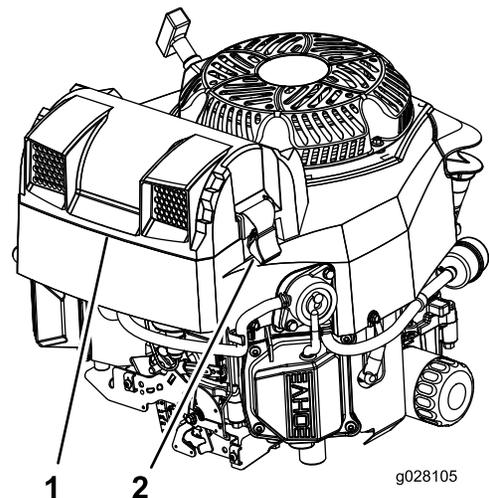

Figure 52
2. Déposez le couvercle pour accéder aux éléments filtrants (Figure 52).